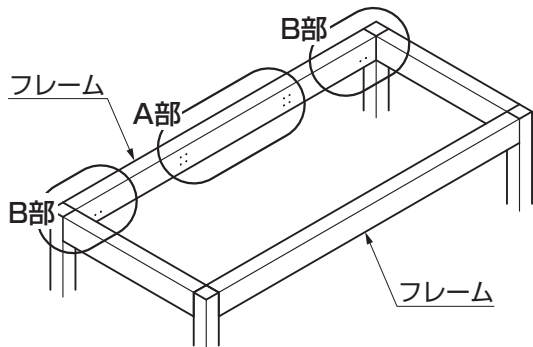
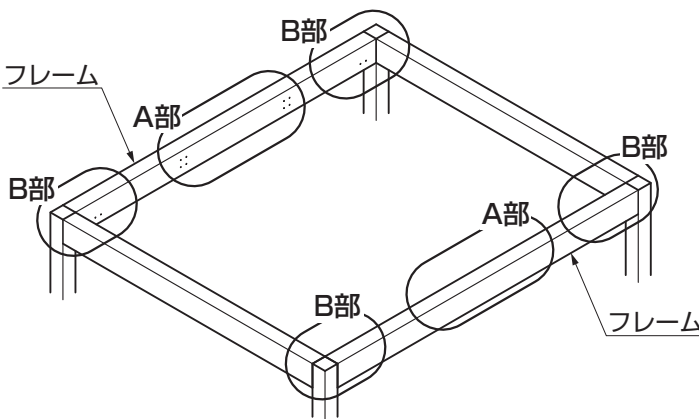
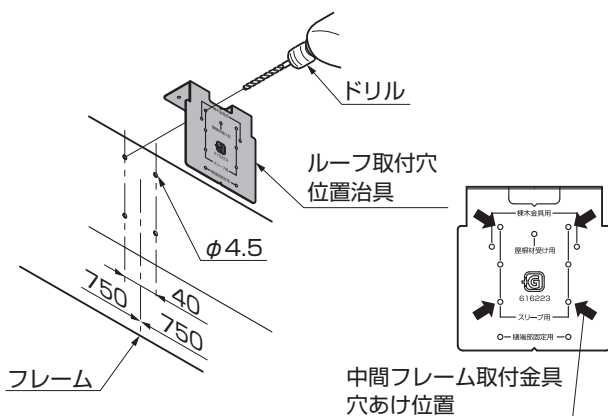
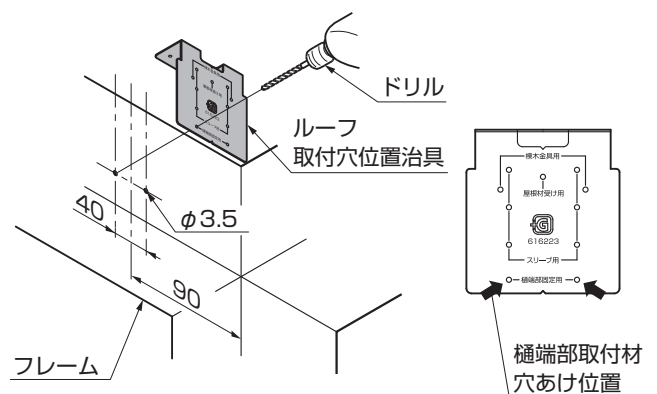

図2-1 シングルの場合
図2-3 ダブルの場合
図2-5 A部中間フレーム取付金具の穴あけ
図2-6 B部樋端部取付材の穴あけ
- ①ルーフ取付穴位置治具をあて、ケガキ、ドリルで $\phi 4.5$ の穴を雨樋を取付ける側のフレームにあけてください。(図2-1、図2-3、図2-5参照)
- ②フレーム面から90mm程度の位置にルーフ取付穴位置治具をあて、ケガキ、ドリルで $\phi 3.5$ の穴を雨樋を取付ける側のフレームにあけてください。(図2-1、図2-3、図2-6参照)